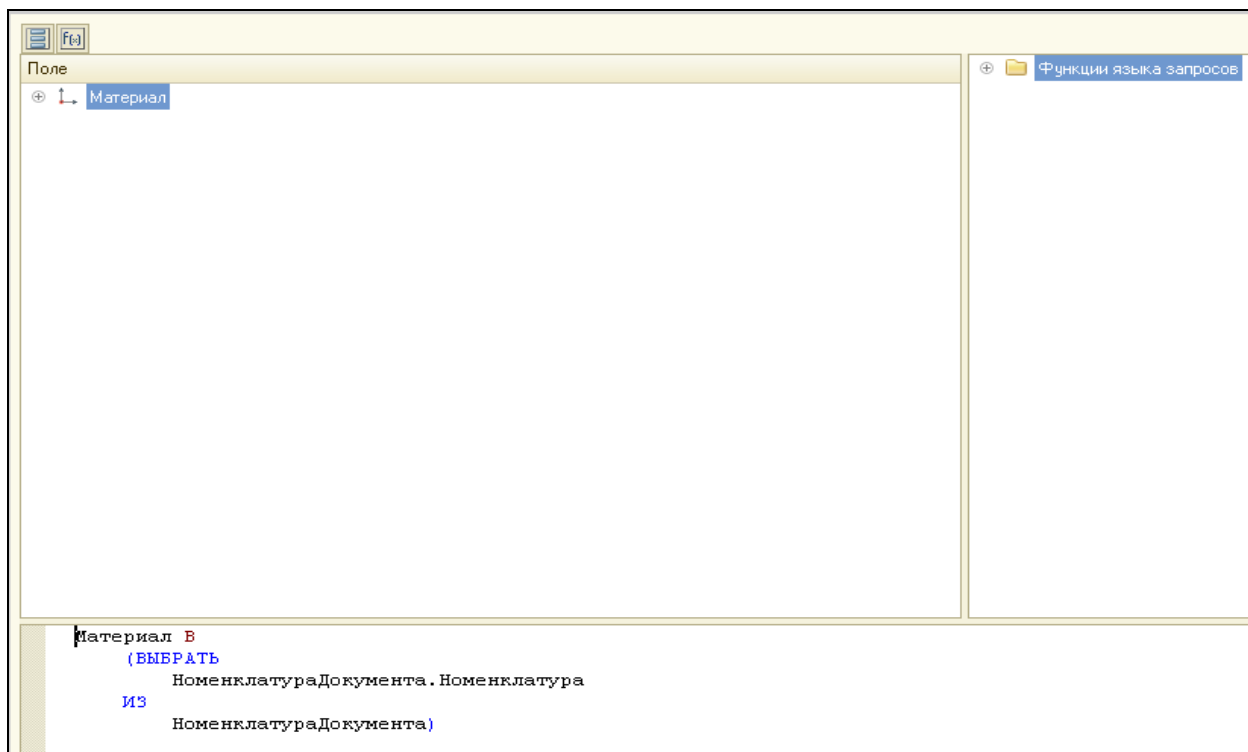

Рисунок 5.15 Условие виртуальной таблицы
20. Ввести Условие, (рис.5.15), нажать ОК.